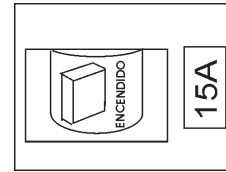

Figura 15. Interruptor automático principal (ON ENCENDIDO)
- Coloque el interruptor automático principal (Figura 15) en la posición **ON /ENCENDIDO**.